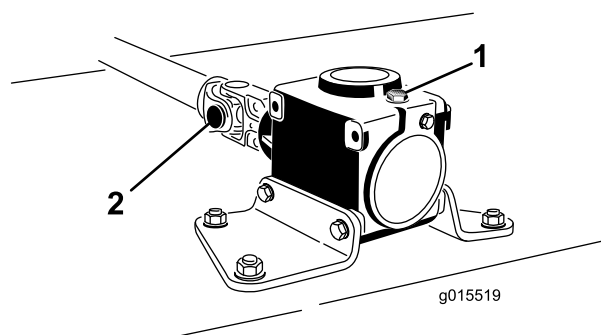

Рисунок 3
- Ослабьте два колпачковых винта с контргайками (Рисунок 3).